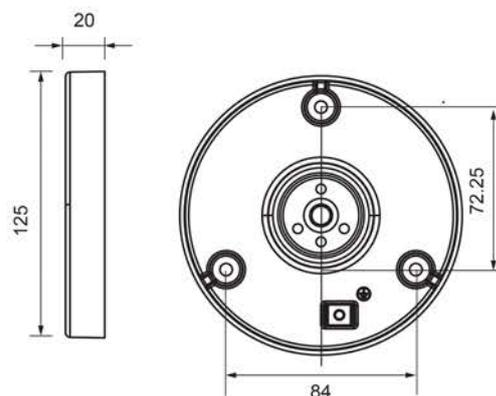

Рисунок 2. Основание светильника
- Подготовьте отверстия для монтажа светильника на опорной поверхности. Вставьте в отверстия пластиковые дюбеля, используйте чертеж (см. рис. 2).